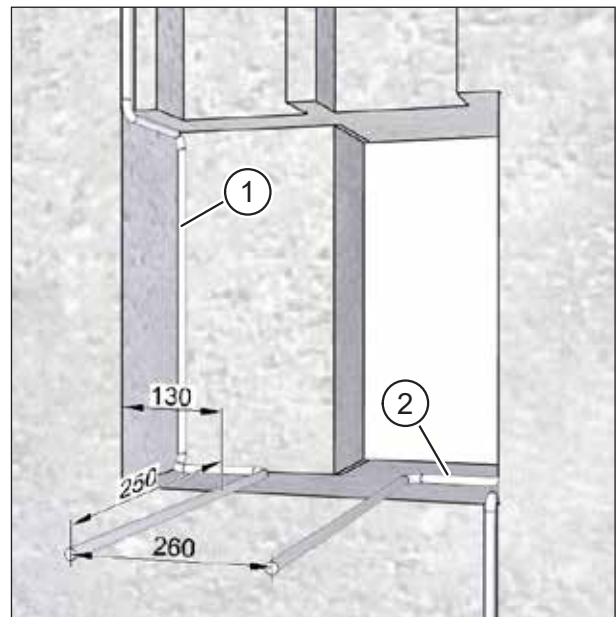

Abb. 15: Anschlusskabel verlegen, Maße in Millimeter
- ▶ Verlegen Sie das Netzkabel (Pos. 1 in Abb. 15) und ggf. das Steuerkabel (Pos. 2 in Abb. 15) mit einem Kabelüberstand von ca. 250 mm über die Mauer.